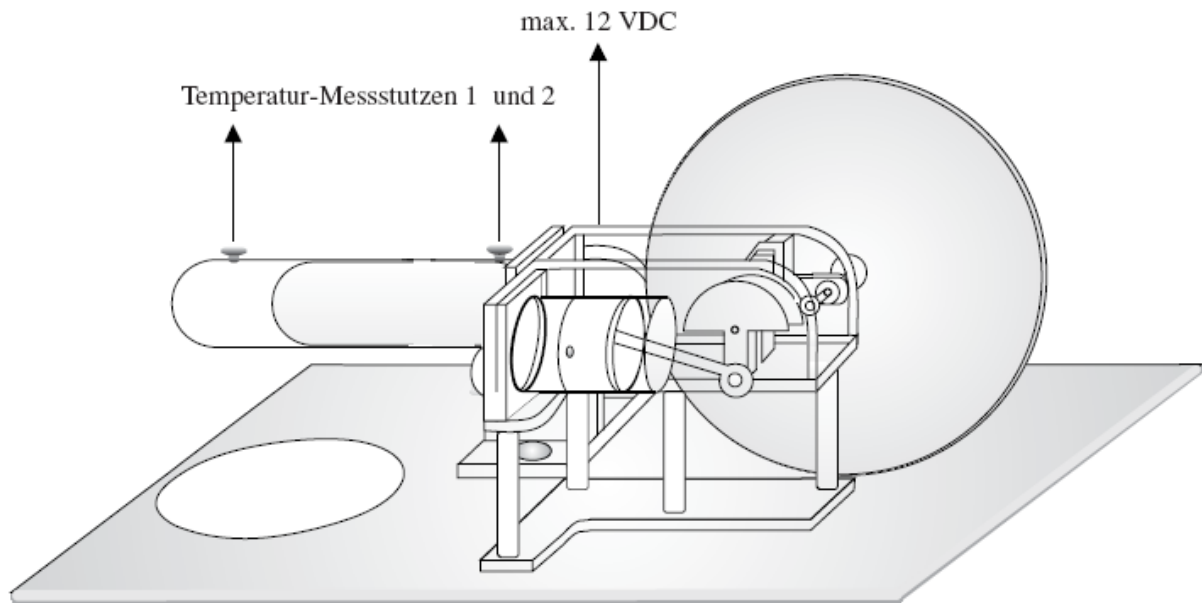

Fig. 3 Der Stirlingmotor als Wärmepumpe oder Kältemaschine
- Temperatursensoren in die Temperaturmessstutzen einsetzen und an das Digital-Thermometer anschließen (siehe Fig. 3).